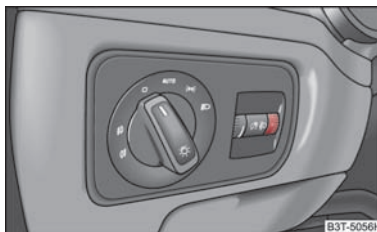

Abb. 51 Schalttafel: Leuchtweitenregulierung
- Drehen Sie den Drehregler \Rightarrow Abb. 51, bis das Abblendlicht so eingestellt ist, dass andere Verkehrsteilnehmer nicht geblendet werden.